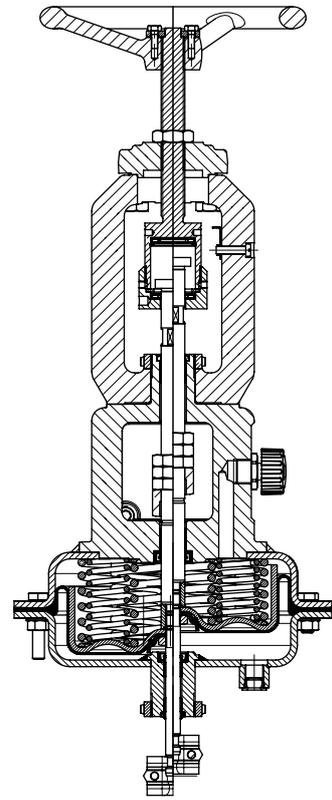

Fig. 14 : Type 3271 (175v2 cm²) · Exécution combinée avec commande manuelle et limitation de course des deux côtés
- **Type 3271 ou type 3277** · Exécution combinée avec **commande manuelle et limitation de course bidirectionnelle** (Fig. 14) pour les surfaces de servomoteur 175v2 à 750v2 cm²
Légende des Fig. 7 à Fig. 14